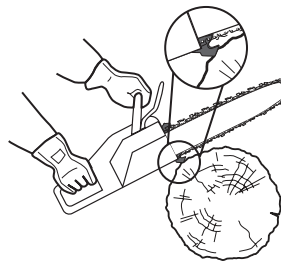

Fig. 31
- > Attendez que la chaîne [6] tourne à plein régime avant de commencer à couper. Avant de commencer la coupe, posez la tronçonneuse sur le bois en l'appuyant sur une griffe d'abattage (non fournie), puis servez-vous de la griffe d'abattage comme point de levier au cours de la coupe (Fig. 31).